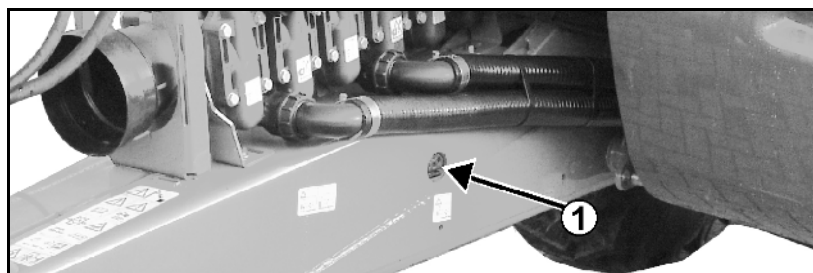

Bild 6
- Två surrningspunkter till höger och vänster på draget (Bild 6/1)